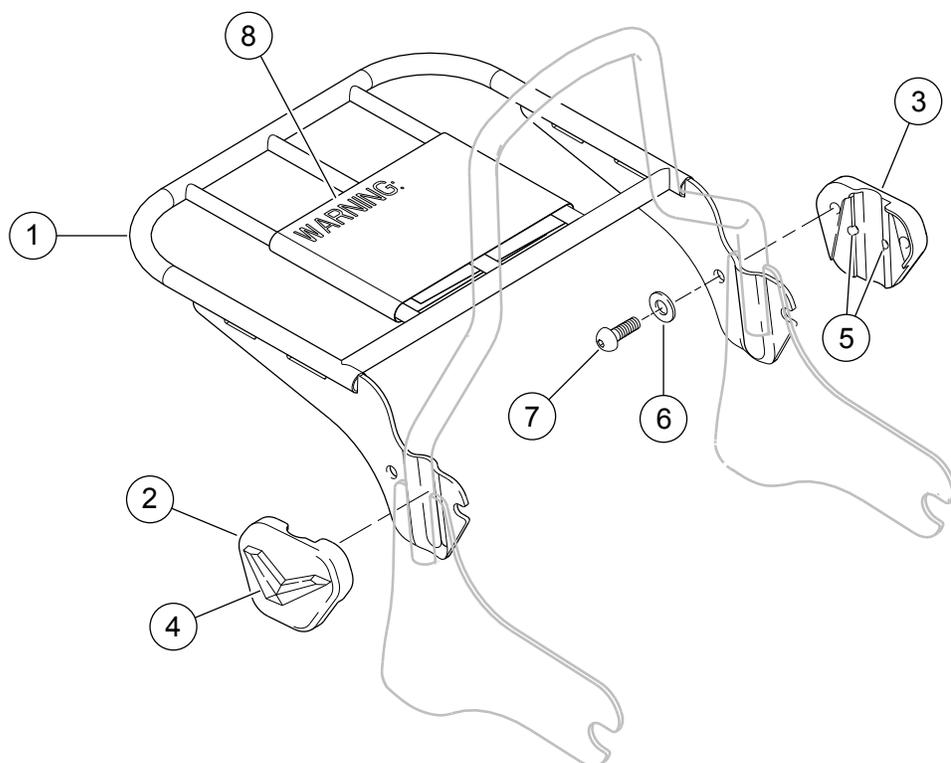

Figura 1. Parti di ricambio: Kit portabagagli dello schienale rimovibile del passeggero
Vedere Figura 1 e Tabella 1.
1. Vedere Figura 1. Nel caso in cui non sia presente nel pacchetto già montato, montare il logo V su ognuna delle staffe di montaggio (2 e 3) utilizzando viti autofilettanti No 4-40 (5).
3. Avvitare le viti a testa bombata (7) attraverso le rondelle (6), quindi attraverso i fori presenti nel sostegno del portabagagli e nella piastra laterale dello schienale del passeggero e infine nelle staffe di montaggio (2 e 3). Applicare LOCTITE 243 (blu) alle viti prima dell'installazione. Serrare a mano.
Lo schienale illustrato nella Figura 1 non è incluso in questo kit e deve essere acquistato separatamente.